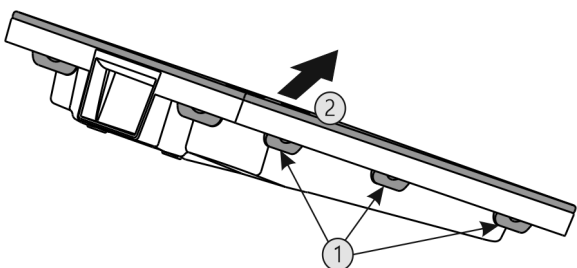

Fig. 58
- ▶ Trykk på alle bøylen Fig. 58 (1) etter tur, og ta ut dekselet Fig. 58 (2).